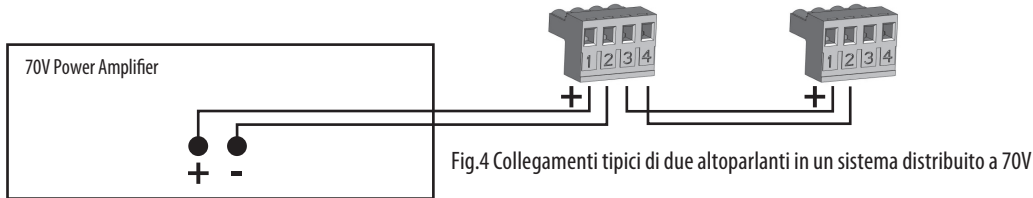

Fig.4 Collegamenti tipici di due altoparlanti in un sistema distribuito a 70V
7. Inserire la griglia spingendola sull'altoparlante. (Fig.4)
Per il collegamento ad altoparlanti aggiuntivi in una linea distribuita (Fig.4), i pin 3 e 4 vengono utilizzati per collegarsi ad altoparlanti aggiuntivi:
Bij gebruik van een power driver adviseert Tannoy een aanhaalmoment van 1,5 Nm. (Afb.4)
7. Plaats het rooster door het op de luidspreker te drukken. (Afb.4)